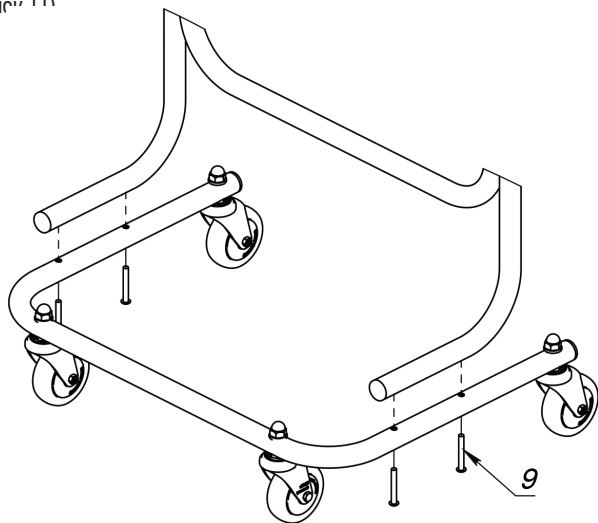

Рисунок 11
Полученную конструкцию установите на собранное основание и зафиксируйте ее с помощью винтов (9) (рисунок 11).